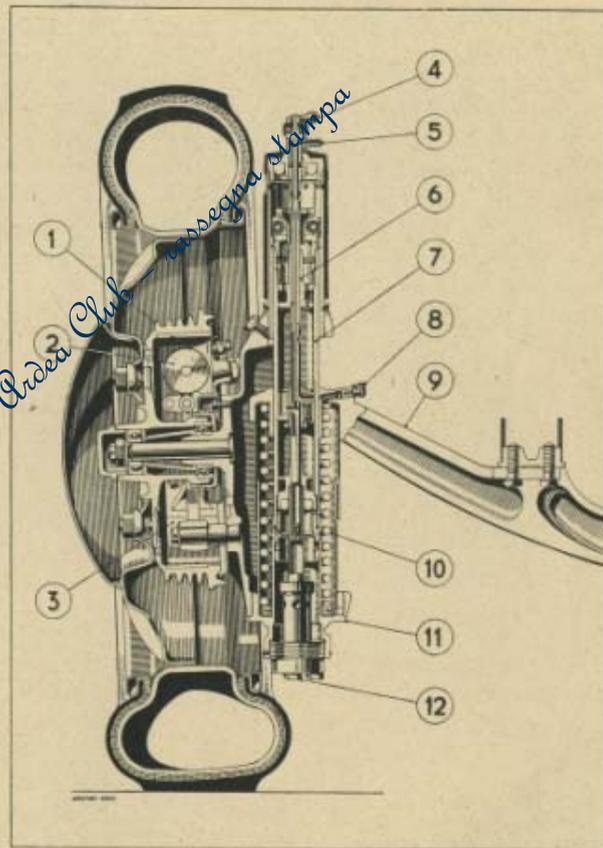

Fig. 30. - Sezione della sospensione anteriore.
La sospensione anteriore del classico tipo brevettato « Lancia » a ruote indipendenti con molle ad elica cilindrica ed ammortizzatori a liquido (vedi fig. 30).
- b) Svitare il tappo inferiore (12) (fig. 30).
- c) Girare il coperchietto dell'ingrassatore (8) sino a che non sia scoperto il foro d'introduzione dell'olio;
- d) Introdurre, attraverso il foro dell'oliatore (8), olio nella sospensione sino a che non lo si vede uscire dal tappo inferiore (12).
vetta di regolazione (4) (Vedi fig. 30) fino a che l'estremità inferiore dell'asta interna chiuda il foro di passaggio dell'olio, quindi svitarla di circa due giri (in inverno 2÷3 giri, in estate 1÷2 giri).